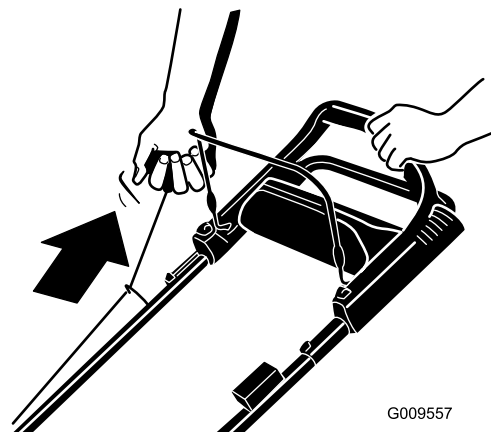

Bild 12
2. Ziehen Sie leicht am Rücklaufstartergriff, bis Sie einen Widerstand spüren. Ziehen Sie ihn dann kräftig durch (Bild 12). Lassen Sie das Seil langsam zum Bügel zurücklaufen.